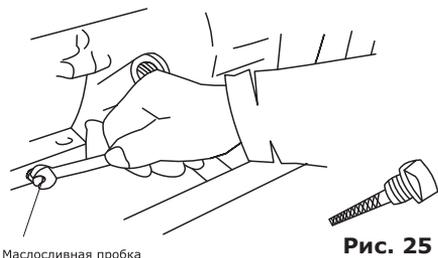

Рис. 25
- Найдите месторасположение масляной пробки (рис. 25).
- Отверните масляную пробку и слейте масло (рис. 25).